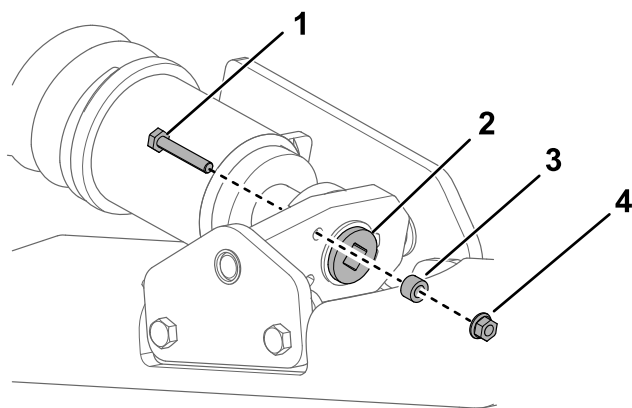
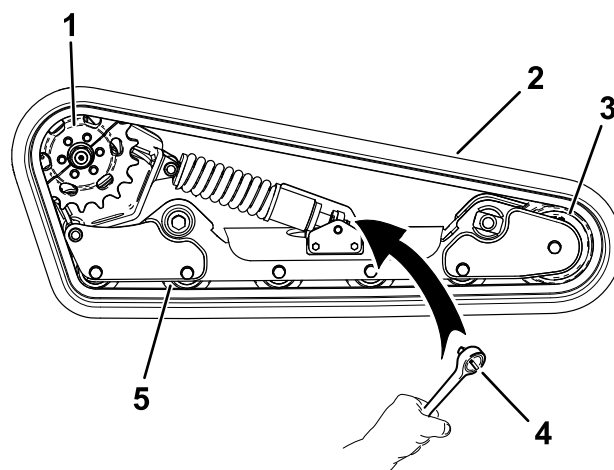

Figure 57
Figure 61
4. Enlevez le boulon de blocage, l'entretoise et l'écrou (Figure 57).
6. Alignez l'encoche la plus proche dans la vis de tension et le trou du boulon de blocage, et fixez la vis avec le boulon et l'écrou de blocage (Figure 57).
- Enlevez le boulon de blocage, l'entretoise et l'écrou (Figure 57).
détendre la transmission (Figure 57 et Figure 61).
- Galet de roulement (5)
- Retirez les 3 boulons qui fixent la moitié de pignon qui n'est pas engagée sur la chenille (Figure 61).
14. Enroulez la chenille neuve autour de la roue avant, puis autour du moyeu d'entraînement sur le côté sans pignon (Figure 61).
15. Poussez la chenille sous et entre les galets de roulement, puis enroulez-la autour du cadre (Figure 61).